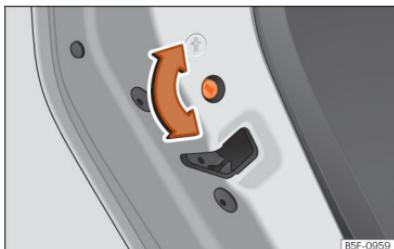

Fig. 58 Sistema de segurança para crianças da porta esquerda.
- Com a porta aberta, rode a ranhura com a chave do veículo no sentido horário para as portas esquerdas »» Fig. 58 e no sentido anti-horário para as portas direitas.
- Com a porta aberta, rode a ranhura com a chave do veículo no sentido anti-horário para as portas esquerdas »» Fig. 58 e no sentido horário para as portas direitas.